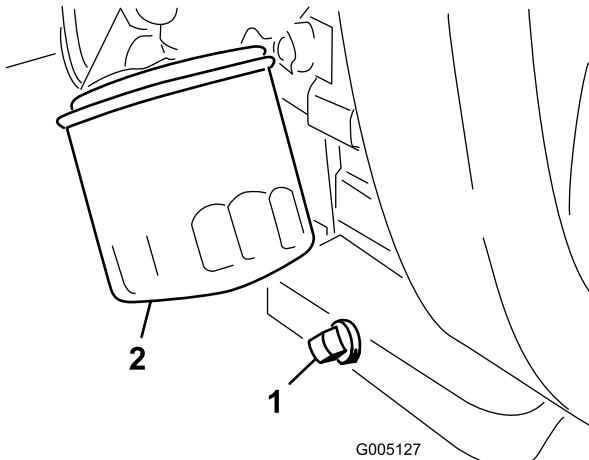

Bild 45
1. Entfernen Sie die Ablassschraube (Bild 45) und lassen das Öl in ein Auffanggefäß ab. Schrauben Sie die Ablassschraube wieder ein, nachdem das Öl abgelaufen ist.
- Entfernen Sie den Ölfilter (Bild 45). Ölen Sie die neue Dichtung am Ölfilter leicht mit frischem Öl ein.